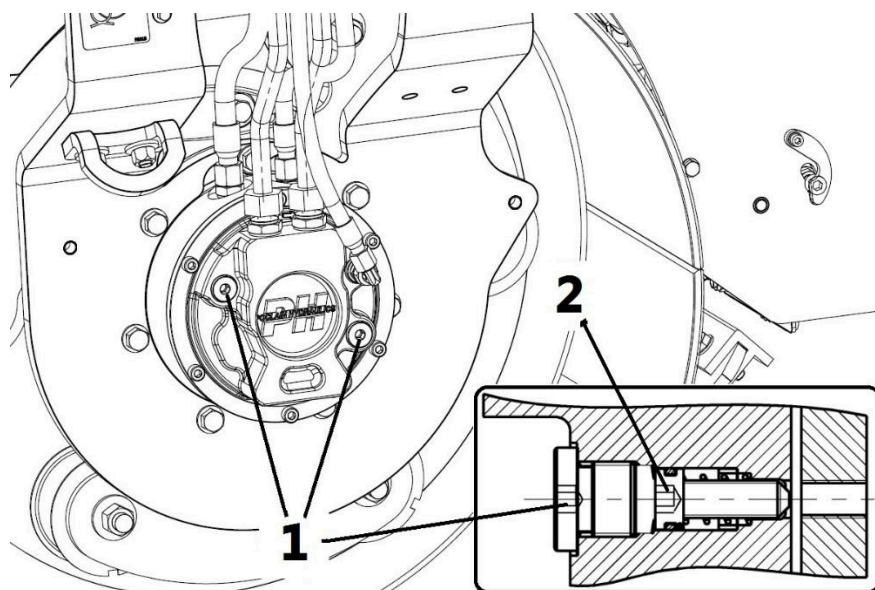

Рисунок 6-10: Отпустить стояночный тормоз вручную
2. С помощью шестигранного ключа разобрать две резьбовой пробки на внешней стороне переднего и заднего двигателей (см. рисунок 6-10);